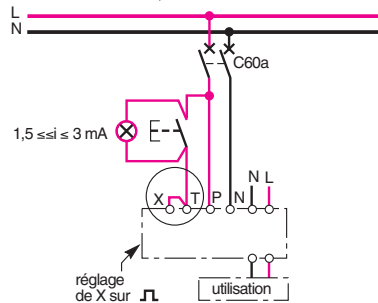

Fig. 4
- si l'entrée X est disponible, la répartition des courants sur les 2 entrées (sélecteur X sur selon la fig. 4) permet de doubler le courant de fuite admissible (3 mA)